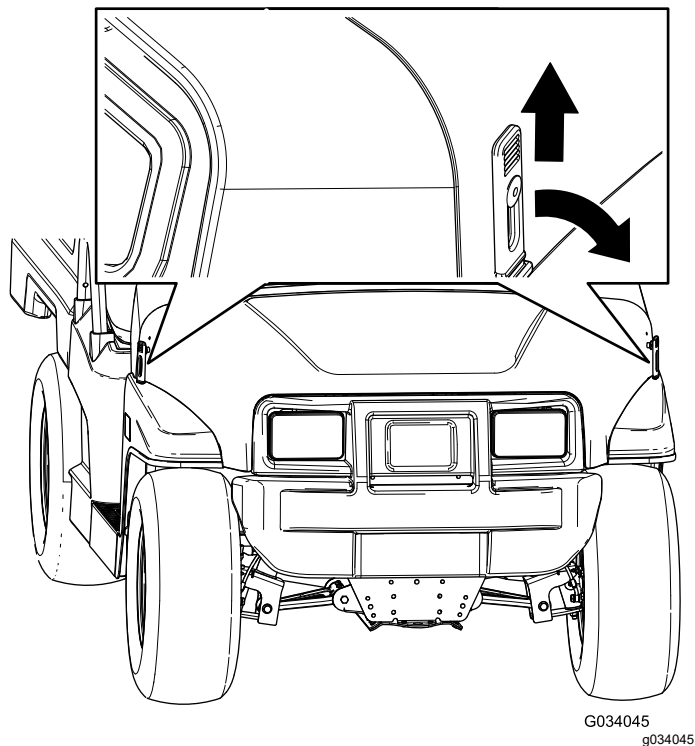

图 24
1. 向上提起引擎盖两侧橡胶门锁上的手柄图 24。
2. 将橡胶门锁与引擎盖两侧的锁锚对齐固定引擎盖图 24。